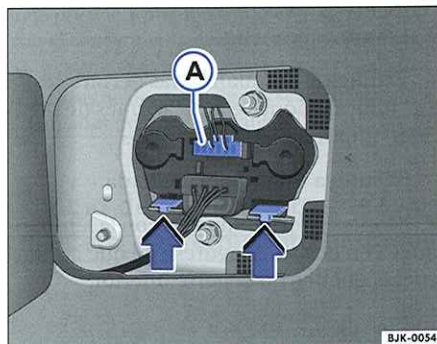

Fig. 45 Extracción del portalámparas del lateral trasero
- Extraiga el conector ⇒ fig. 45 del portalámparas.